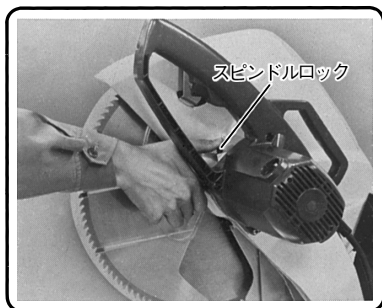

図 36-イ
- (1) スピンドルロックを押したまま、ボルト(A)に付属の17mmボックススパナ(図3参照)を掛け、ゆっくりと回転させるとスピンドルロックが下がり、のこ軸が固定(のこ刃が回転できない状態)されます。(図36-イ)